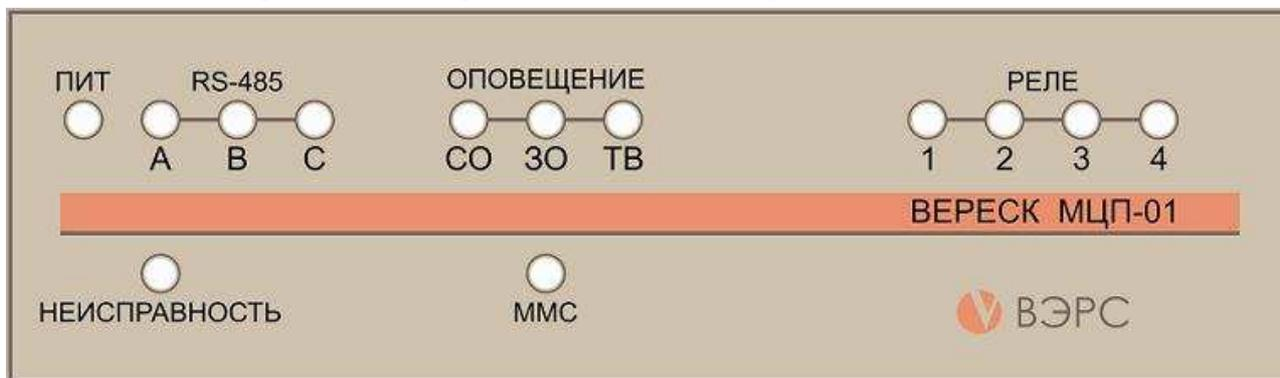

Рисунок 1. Внешний вид лицевой панели модуля.
4.1 Конструктивно модуль выполнен в металлическом корпусе с крышкой, на лицевой панели которой имеются органы индикации (Рисунок 1.).